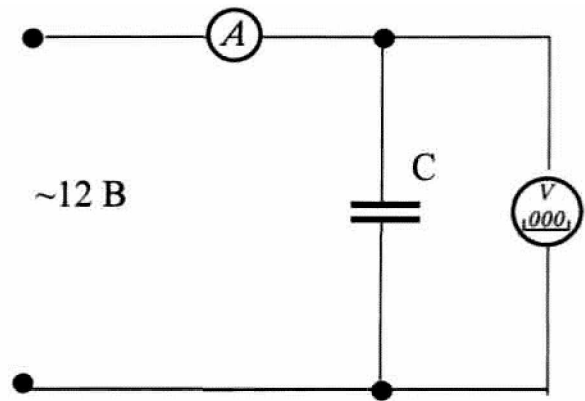

Рис.1.3.7
3.6. Собрать электрическую цепь для определения емкостного сопротивления (рис. 1.3.7), используя мультиметр в режиме измерения переменного напряжения. Установить с помощью переключателя SA1 модуля реактивных элементов заданное преподавателем значение емкости конденсатора. Предъявить схему для проверки преподавателю.